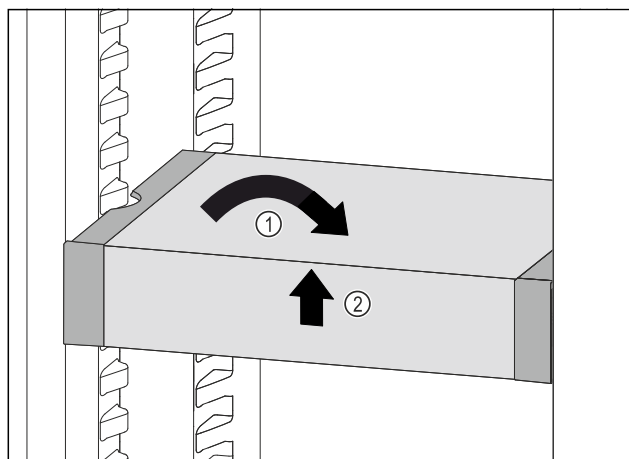

Fig. 100
- ▶ Collocare VarioSafe in maniera dritta. Fig. 100 (1)
- ▶ Sollevare VarioSafe dal lato anteriore. Fig. 100 (2)